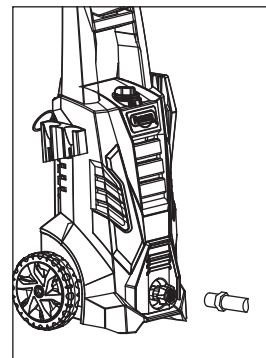

Figure 14 - Fixer le tuyau de jardin à l'unité
10. Fixer le tuyau de jardin à l'unité (voir la figure 14).